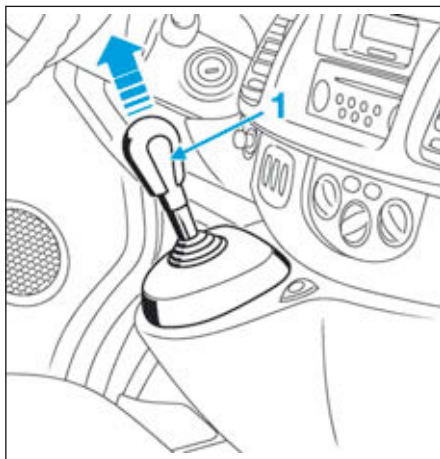

FIG.52
- Déclipper le pommeau du levier de vitesses (1) (Fig.52) et le tirer vers le haut pour le déposer.